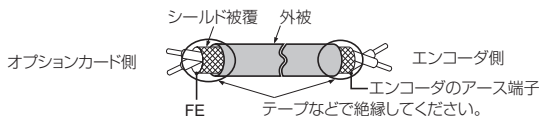

図 14 シールド線の末端処理
4. 図 14 を参考に電線の末端を処理してください。配線時の締め付けトルクについては、「電線サイズと締め付けトルク」(28 ページ) を参照してください。すべての電線が確実に固定されているか、電線の被覆が端子台の挿入部にかみ込んでいないかを確認してください。また、はみ出した心線はすべて切断してください。